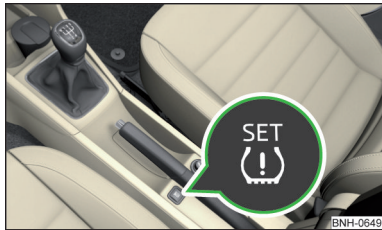

Abb. 216
- › Die Symboltaste » Abb. 216 drücken und gedrückt halten.